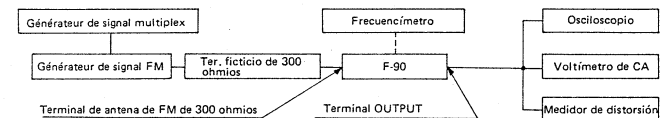

Fig. 11-3 Diagrama de conexiones para ajuste de FM MPX
- Conectar como se muestra en la Fig. 11-3.